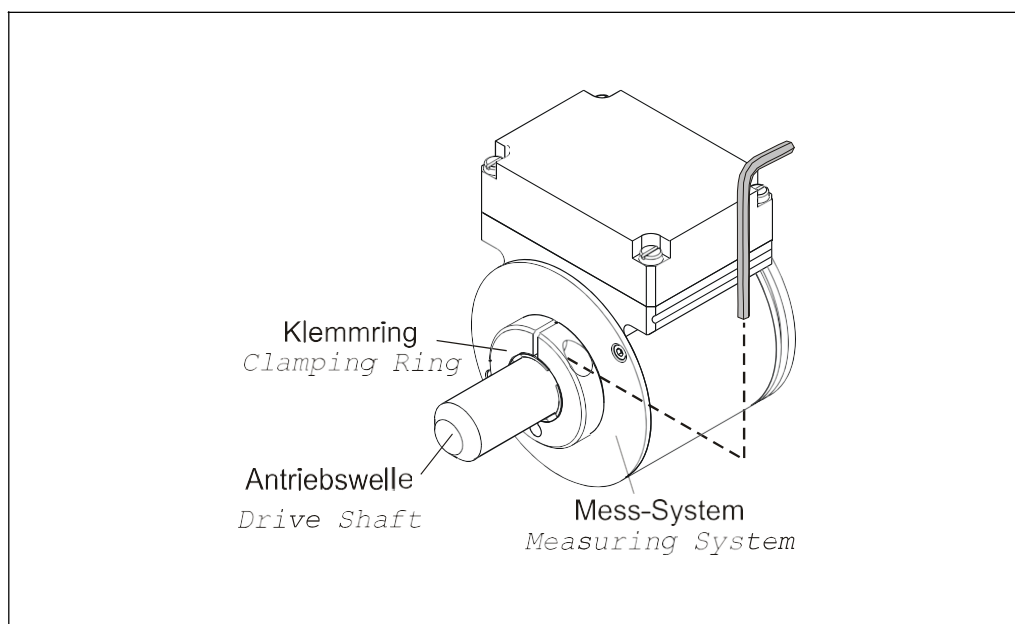

Abbildung 3: Reibschluss
- Axiales Verrutschen des Mess-Systems auf der Antriebswelle ist durch die Fixierung des Klemmrings zu verhindern, siehe Abbildung 3.